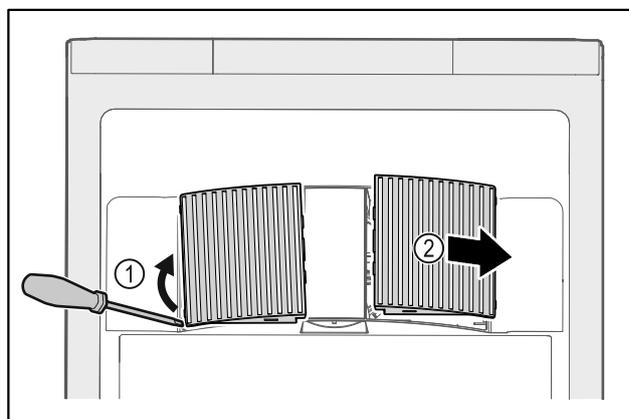

Fig. 47
- ▶ Extraire par un mouvement de levier les caches latéraux Fig. 47 (1) vers l'avant Fig. 47 (2).